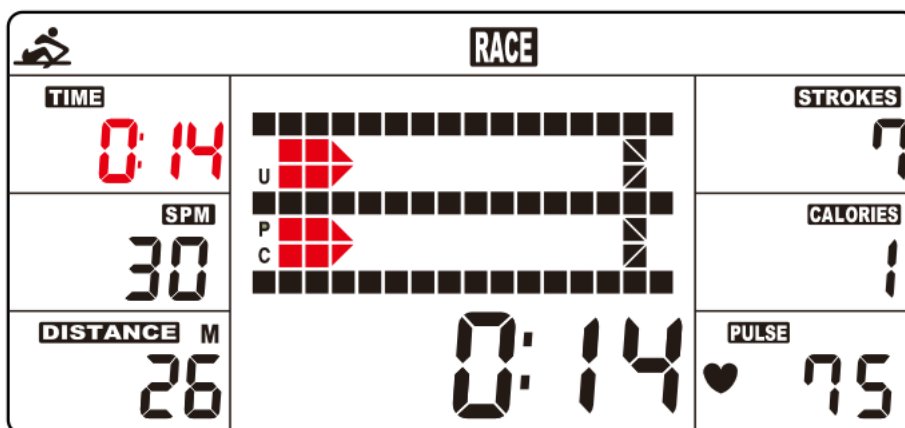
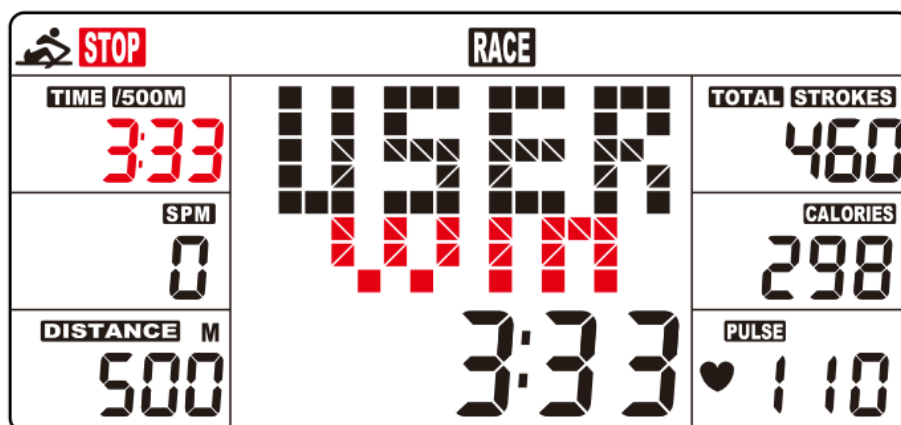

Fig. 5
Fig. 6
B. Premere il pulsante START per avviare e STOP scomparirà. Nella matrice vengono visualizzati USER e PC. (Fig. 5). Il contatore si ferma quando è stata raggiunta la distanza di gara impostata in precedenza, quindi la matrice visualizza "PC WIN" o "USER WIN" (Fig. 6).